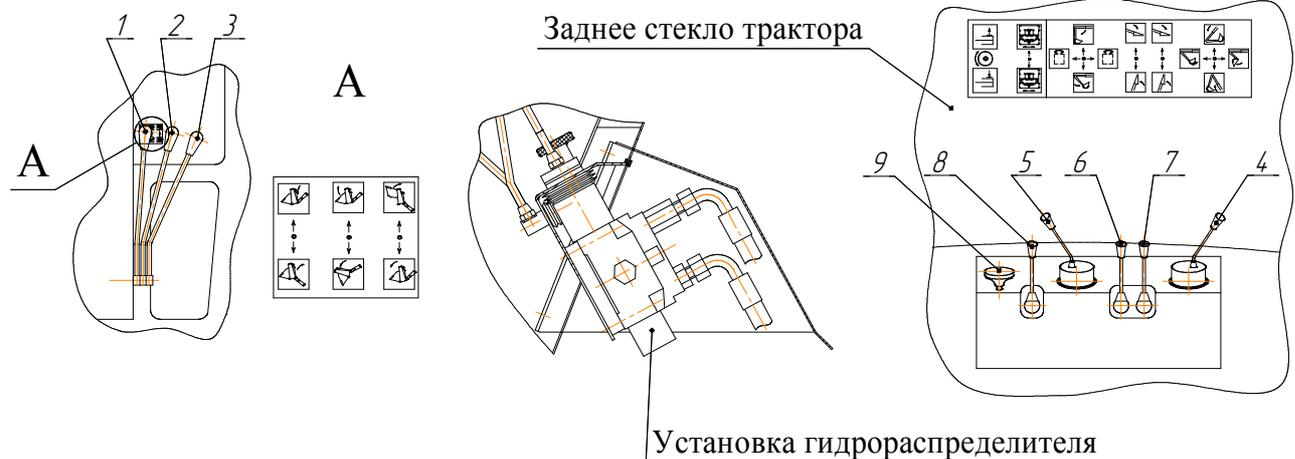

Рисунок 2.1 – Расположение рычагов и педалей управления
Рычаги управления (рисунок 2.1) имеют следующее назначение:
1.3.Маховик 9 (Рис. 2.1) повернуть по часовой стрелке до упора, при этом напорные полости гидроцилиндров прижима каретки соединяются со сливом в гидробак.
1.4.Рукояткой 8 (Рис. 2.1) полностью задвинуть шток гидроцилиндра 5 (рис. 2.5) перемещения каретки в гильзу. При этом, механизм перемещения каретки, закрепленный на штоке гидроцилиндра, упираясь в упор расположенный на, раме переключается для движения вправо.
1.5.Рукояткой 8 (Рис. 2.1) полностью выдвинуть шток гидроцилиндра перемещения каретки. При этом, механизм перемещения каретки входит в зацепление с упорами расположенными на верхней направляющей рамы.
1.6.Рукояткой 8 (Рис. 2.1) задвигать шток гидроцилиндра перемещения каретки, при этом каретка перемещается вправо. Максимальное перемещение каретки за один полный ход гидроцилиндра равно 185 мм.
1.8.Маховик 9 (Рис. 2.1) повернуть против часовой стрелки до упора, при этом напорные полости гидроцилиндров прижима каретки соединяются с напорной полостью распределителя
1.9.Рукоятку 4 (Рис.2.1) потянуть на себя и удерживать в течение 5...7 сек. При этом, рабочая жидкость подаётся в штоковую полость гидроцилиндра стрелы, поднимая стрелу, и в напорные полости гидроцилиндров прижима каретки, фиксируя её.
2.3.Рукояткой 8 (Рис. 2.1) полностью выдвинуть шток гидроцилиндра 5 (рис. 2.5) перемещения каретки. При этом, механизм перемещения каретки, закрепленный на штоке гидроцилиндра, упираясь в упор расположенный на стойке рамы, переключается для движения влево, и незначительно сдвигает каретку, устанавливая её в положение из которого может быть начато движение влево.
2.4.Рукояткой 8 (Рис. 2.1) полностью задвинуть шток гидроцилиндра перемещения каретки. При этом, механизм перемещения каретки входит в зацепление с упорами расположенными на верхней направляющей рамы.
2.5.Рукояткой 8 (Рис. 2.1) выдвигать шток гидроцилиндра перемещения каретки, при этом каретка перемещается влево. Максимальное перемещение каретки за один полный ход гидроцилиндра равно 185 мм.